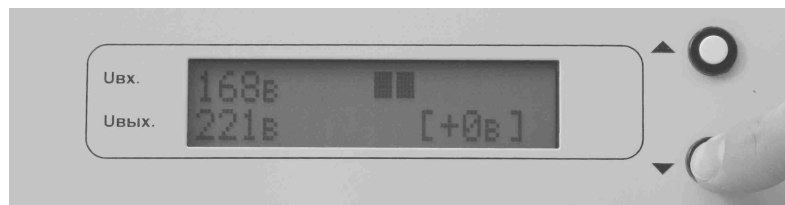

Рис. 2
1. Нажать и удерживать кнопку “ВНИЗ” (4 сек.) до появления на ЖК индикаторе, в нижней строке справа, числа в скобках [ +0В], отображающее корректирующую величину среднего выходного напряжения (Рис.2).